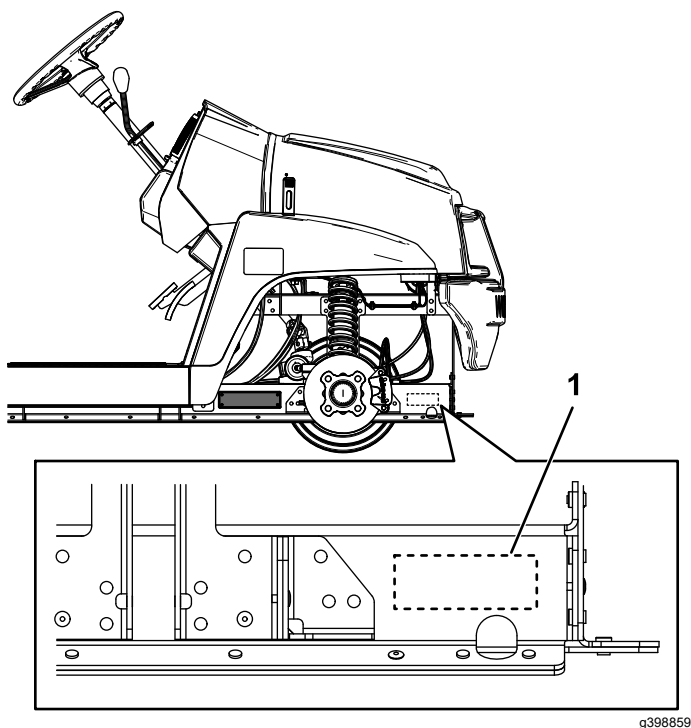

Figura 5
2. Coloque o número de série na máquina no local que se mostra em Figura 5.